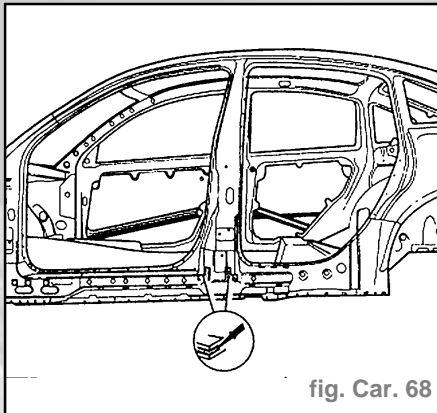

fig. Car. 68
- Appliquer de la colle avant de procéder au soudage (fig. Car. 68).